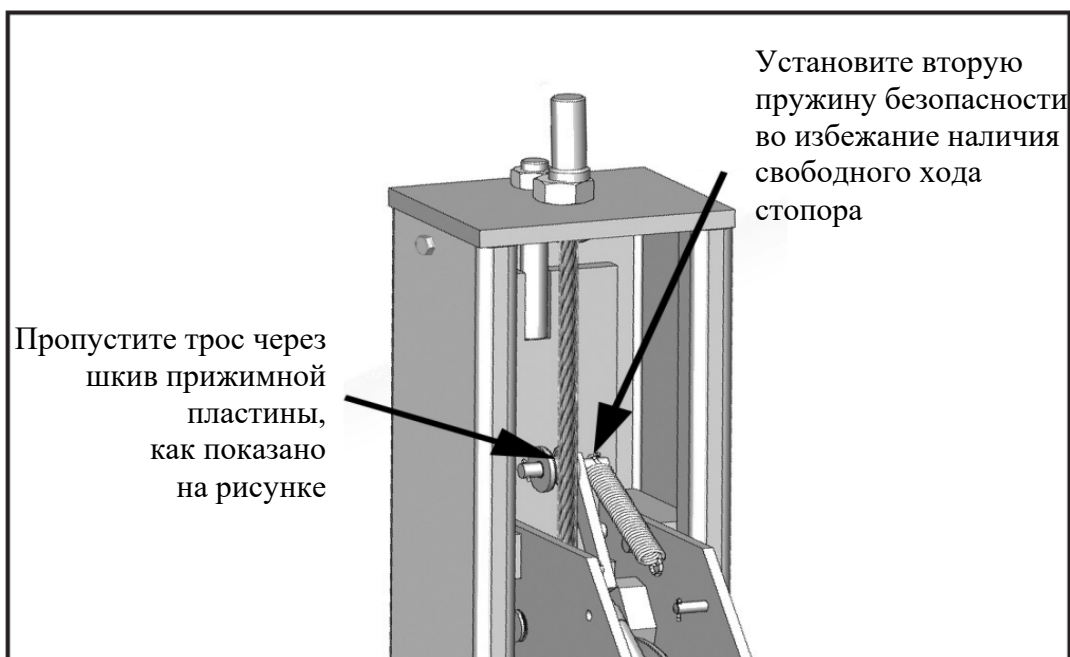

Рис. 8.3
3. Пропустите тросы через шкив прижимной пластины и потом подведите их к вершине каждой стойки. Закрепите тросы, используя шестигранные гайки M18 и плоские шайбы (см. рис. 8.3).